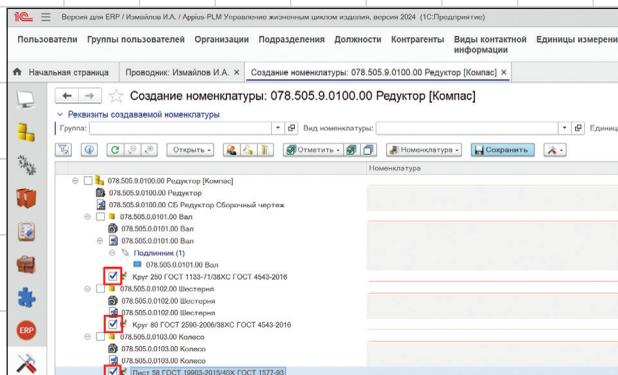

Рис. 9
- для этого в окне верификации номенклатуры выделяем нужные элементы (рис. 9);